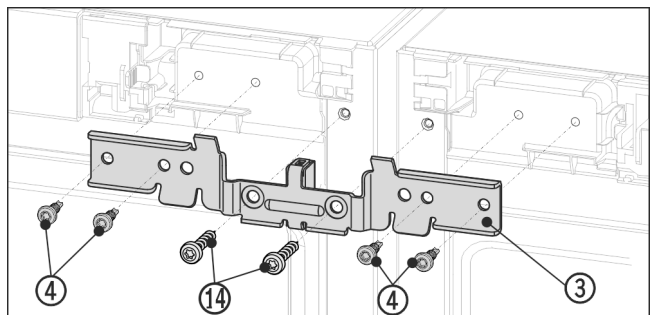

Fig. 13 Voorbeeld
- ▶ Hoekstuk Fig. 13 (3) met het afstandsstuk tussen de apparaten en op het tapeinde schuiven. Het hoekstuk met de vier schroeven Fig. 13 (4) en de eerder uitgeschroefde aardingsschroeven Fig. 13 (14) er afwisselend rechts en links inschroeven.